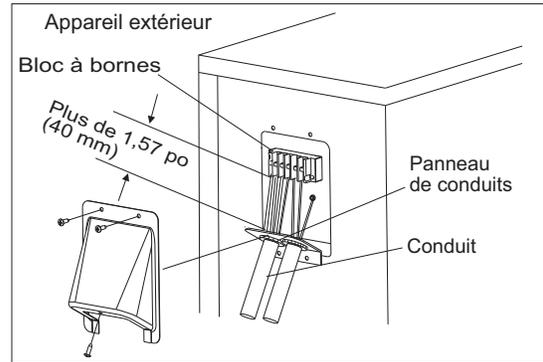

Fig. 16 – Câblage sur place
- Raccordez le conduit au panneau de conduits (voir la figure 16).